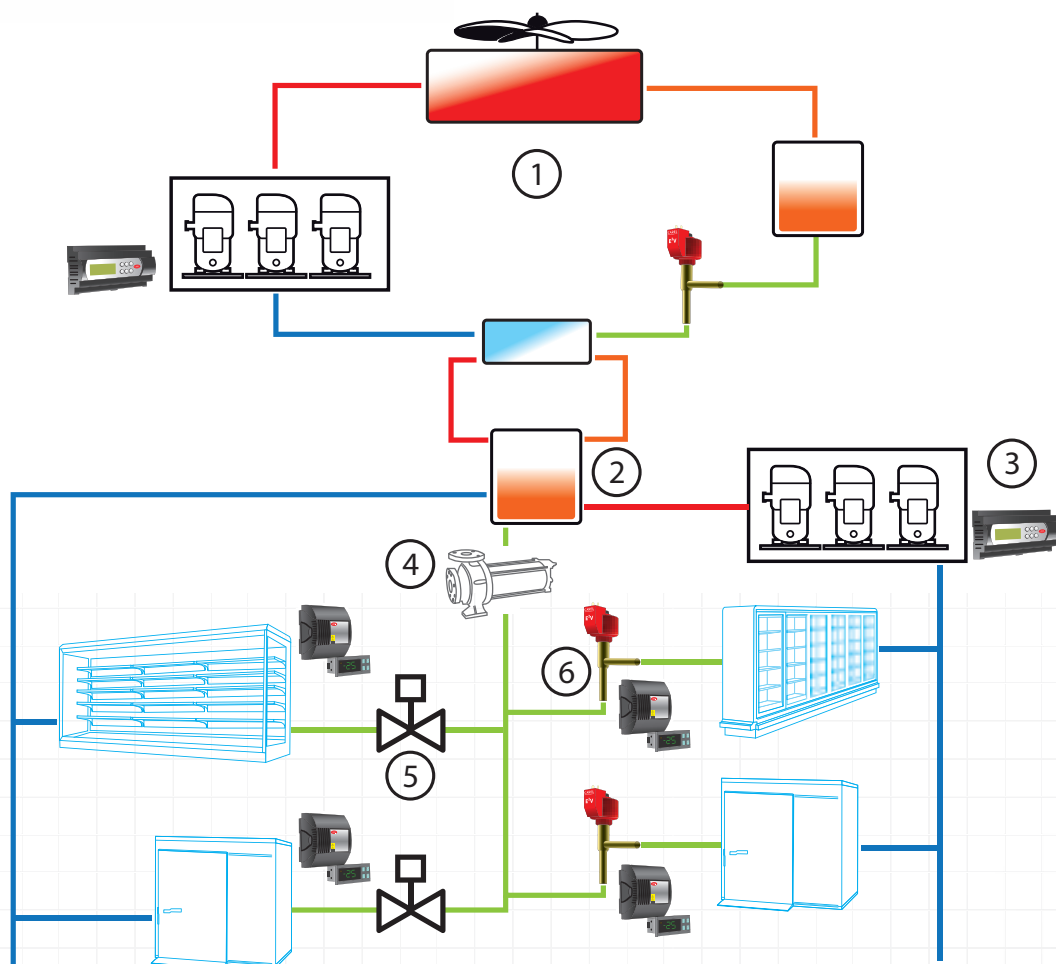

Fig. 1
L'impianto è costituito da un chiller a R404A (Fig.1) avente quattro circuiti indipendenti per il raffreddamento della CO2 che giunge a un serbatoio, il quale raccoglie l'R744 di ritorno in parte dalle utenze TN, in parte dai compressori della centrale BT.
**Legenda Fig. 1:**